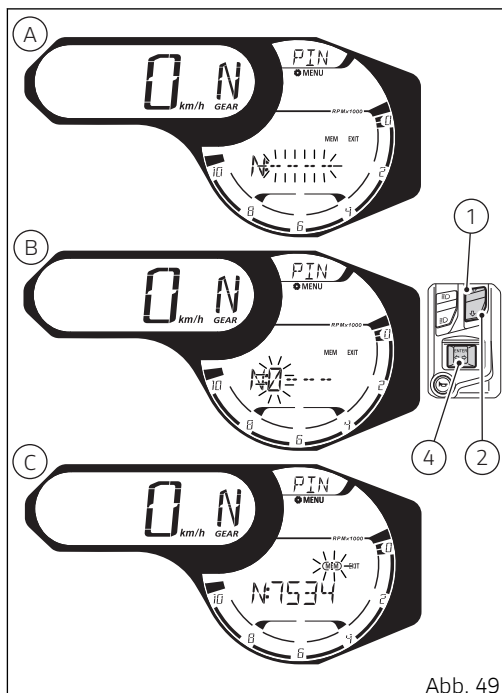

Abb. 49
Wird die Taste (4) zur Bestätigung der vierten und letzten Zahl gedrückt, blinkt im Display die Umrandung der Angabe MEM (C, Abb. 49) auf. Nun können über die Tasten (1) und (2) folgende Maßnahmen getroffen werden:
- Wahl der Angabe „EXIT“ (blinkende Umrandung) und Drücken der Taste (4) zum Beenden ohne Speicherung des PIN CODE;
- Wahl der einzelnen Ziffern (blinkend) des eingegebenen Codes und Drücken der Taste (4) für die Änderung mittels Wiederholung der Codeeingabe;
- Wahl der Angabe „MEM“ (blinkende Umrandung) (C, Abb. 49) und Drücken der Taste (4) zum Speichern des PIN CODE.